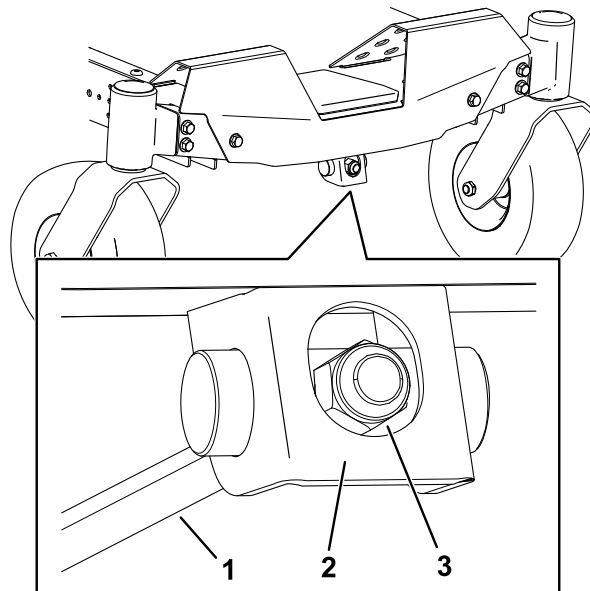

Figure 73
1. Tournez l'écrou de réglage à l'avant de la tondeuse (Figure 73).